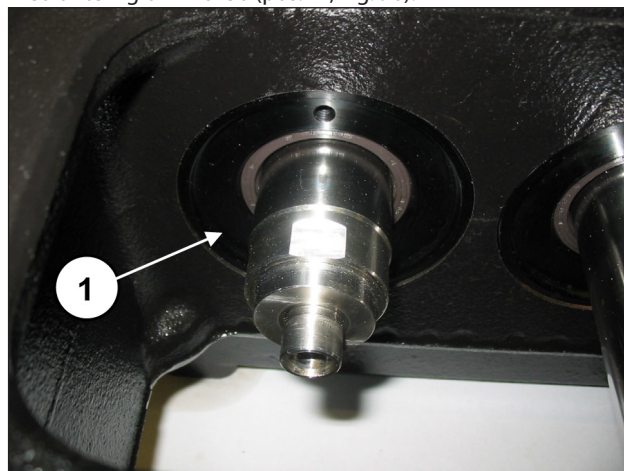
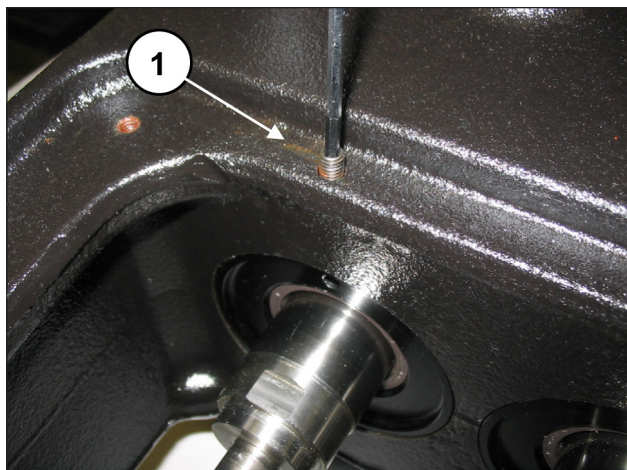

Fig. 95
Fig. 96
Inserire il gruppo montato all'interno del carter nell'apposita sede assicurandosi che il coperchio entri completamente in sede (pos. ①, Fig. 95) facendo attenzione a non danneggiare il labbro dell'anello di tenuta radiale. Avvitare i coperchi paraolio mediante 2 grani M6x30 (pos. ①, Fig. 96).